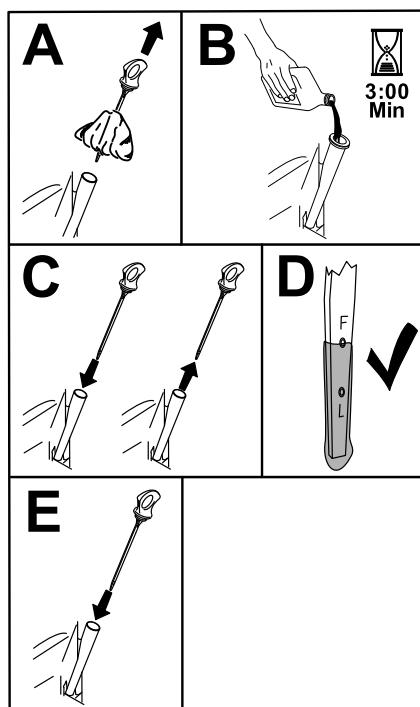

Figura 42
5. Lentamente, deite cerca de 80% do óleo especificado no tubo de enchimento e lentamente adicione óleo para que atinja a marca **Cheio** (Figura 42).
3. Encha o cárter com óleo novo adequado (Figura 42).